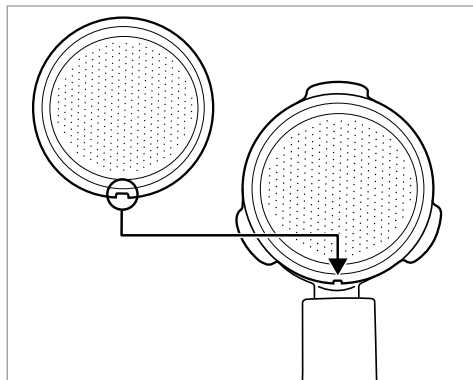

Abb. 2
- 2) Legen Sie den großen (19) oder den kleinen Siebeinsatz (20) in den Siebträger (siehe Abb. 2 und 3):